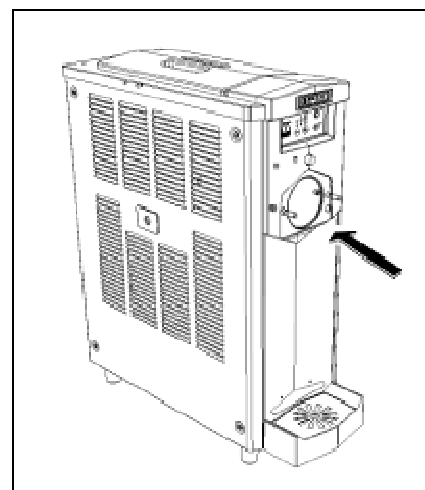

Abb. 14
- Den Gefrierzylinder und die obere Wanne gründlich waschen, dabei alle Rückstände des Produkts mit einem sauberen, mit Desinfektionsmittel getränkten Schwamm entfernen und darauf achten, dass alle Oberflächen mindestens 60 Sekunden lang vollständig benetzt werden. Anschließend trocknen lassen und die örtlichen Vorschriften beachten (siehe Abb.14).
- Dann die Desinfektionslösung auf alle Wände des Zylinders und der oberen Wanne sprühen und gemäß den Anweisungen des Herstellers des Desinfektionsmittels einwirken lassen (siehe Abb.14)